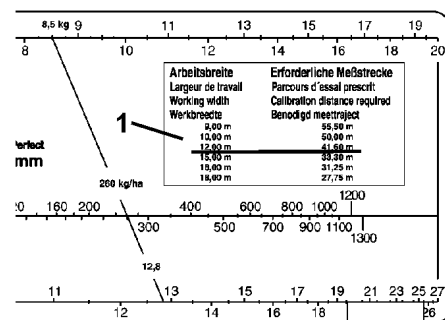

Fig. 33
- Se i tabellen (Fig. 33/1) i nomogrammet för den önskade arbetsbredden (12 meter) hur lång mätsträcka är (41.6 meter).